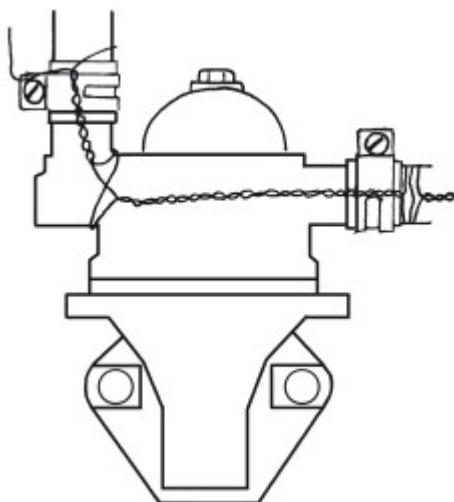

Рисунок 33. Дополнительная фиксация топливного провода на бензонасосе
2. Сильный запах бензина при остановке или при движении. В результате выпадения штуцера из карбюратора или корпуса насоса появляется сильный запах бензина. При выпадении штуцера автомобиль может некоторое время двигаться, так как в поплавковой камере еще находится бензин. Для устранения неполадки следует установить дополнительную скобу, которая будет за хомут притягивать топливный провод к карбюратору или топливному насосу. Если поломка произошла в пути, нужно с помощью проволоки привязать топливный провод к корпусу (рис. 33).